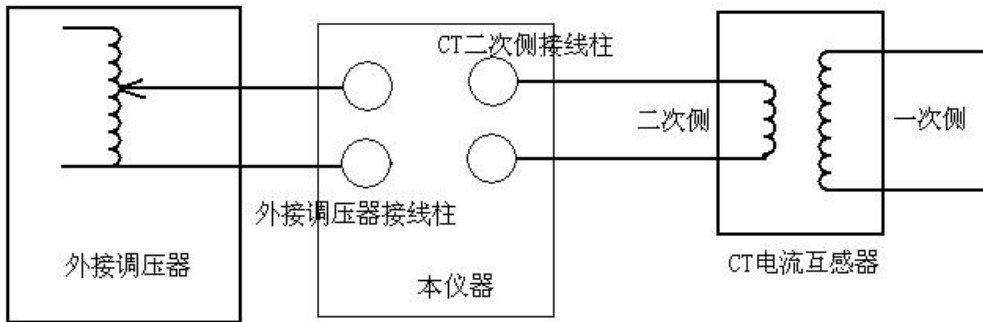

图 3.2 CT 伏安特性试验外接调压器接线图
2. CT 伏安特性外接调压器试验接线如图 3.2 所示，外接调压器试验使用选配的调压器进行伏安特性试验，在 CT 伏安特性试验设置界面中选择外接调压器试验则会进入外接调压器试验环境，外接调压器试验开始后，用户控制调压器升压，仪器不断采集 CT 二次侧的电压和电流实时数据，一旦采集的电压或电流值超过设定的任何一项时，试验就会自动停止。